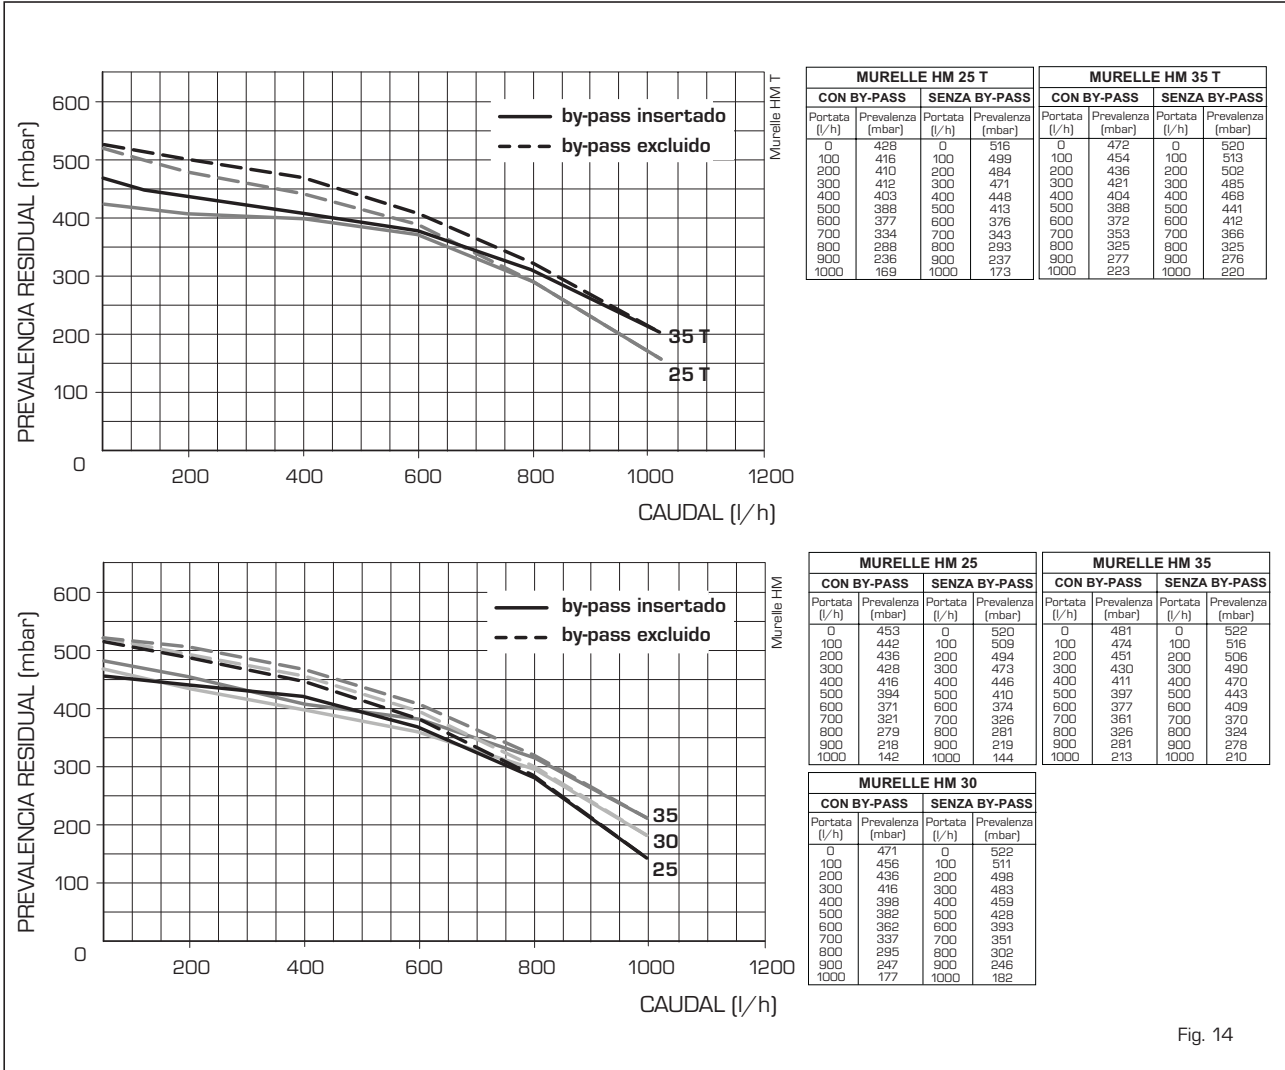

Fig. 14
3.8 ALTURA DE ELEVACION DISPONIBLE EN LA INSTALACION (fig. 14 - fig. 15)
de calefacción está representada, en función de la capacidad, del gráfico de la fig. 14. La velocidad de la bomba modulable se ha configurado con un valor predeterminado (parámetro del instalador **PAR 13= -**).